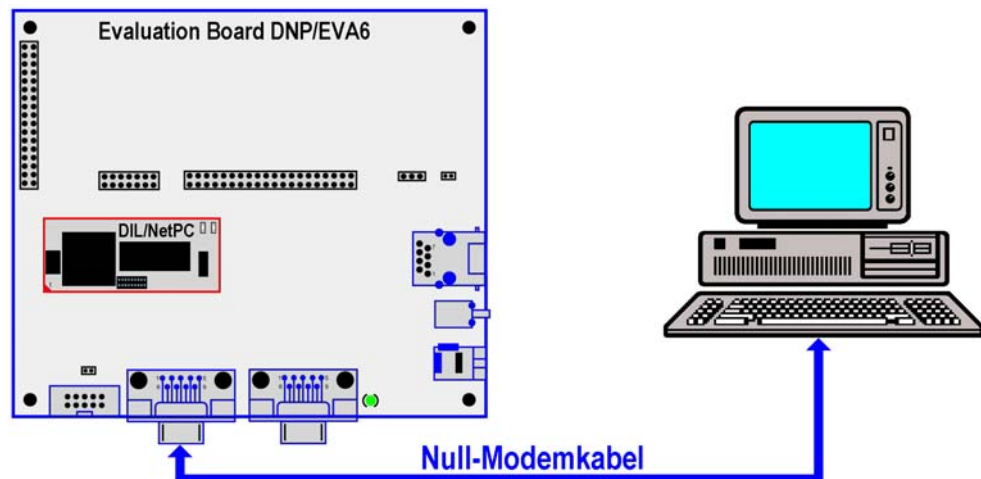

Abbildung 1: Serielle Verbindung
Bevor Sie den Linux Control DIL/NetPC DNP/7520 Starter Kit benutzen können, müssen verschiedene Kabelverbindungen zwischen dem Entwicklungssystem (PC) und dem Starter Kit hergestellt werden. Zuerst verbinden Sie bitte mit Hilfe eines RS232-Null-Modemkabels eine beliebige COM-Schnittstelle des PC mit der COM1-Schnittstelle des Starter Kits. Die Abbildung 1 zeigt diese Verbindung.